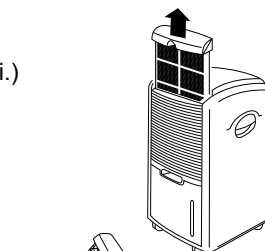
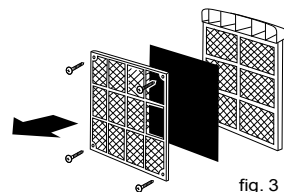

fig. 1
fig. 3
- Wyciągnij uchwyt filtra, wyjmij filtr z węglem aktywnym. (rys. 1 i rys. 3)